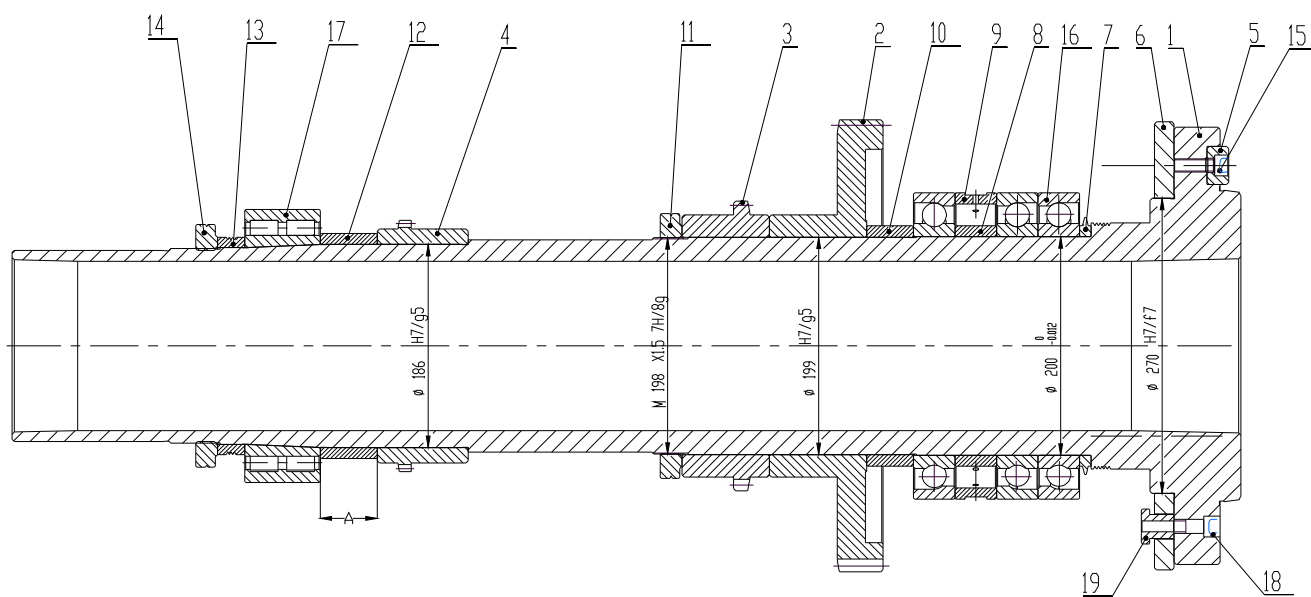

Рис.23
8.3. РЕГУЛИРОВАНИЕ ПОДШИПНИКОВ ШПИНДЕЛЯ (рис.23)